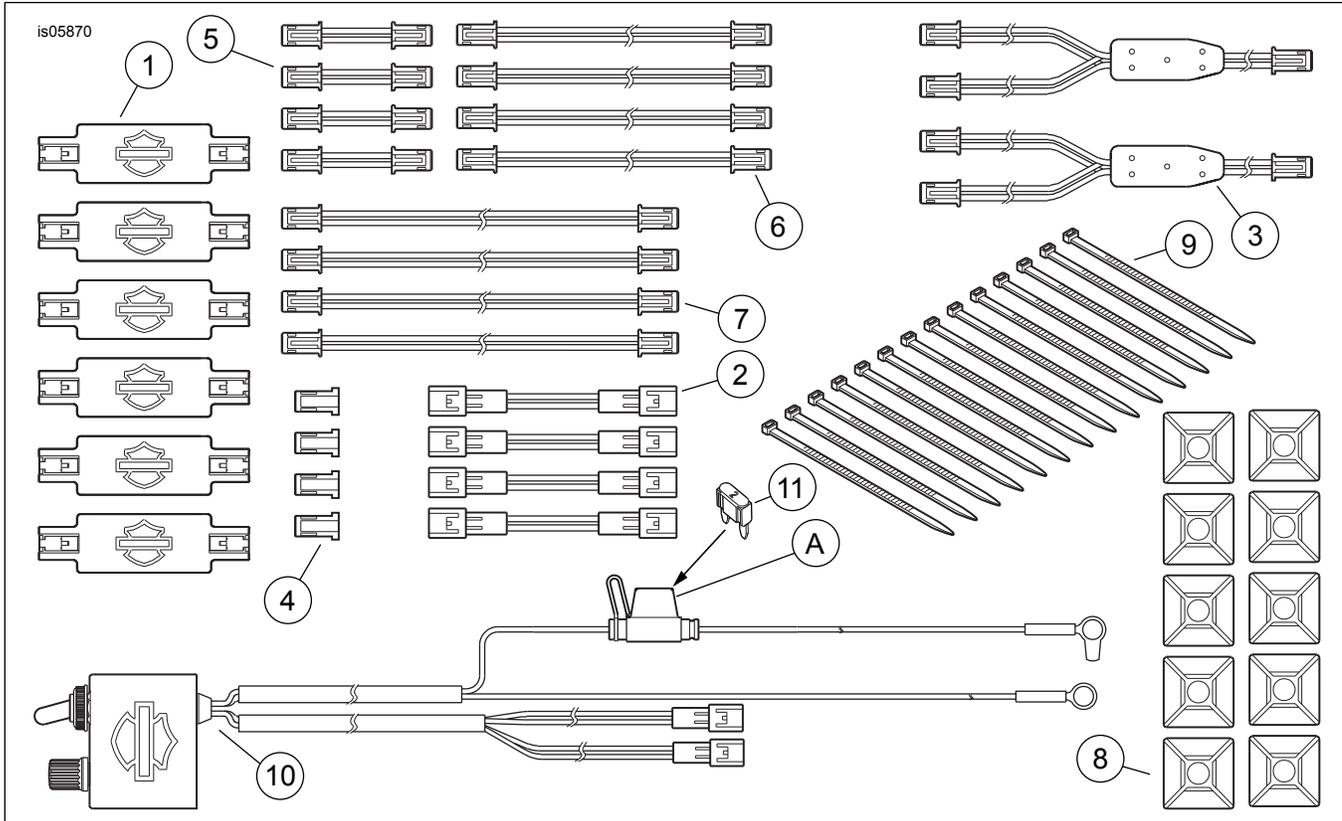
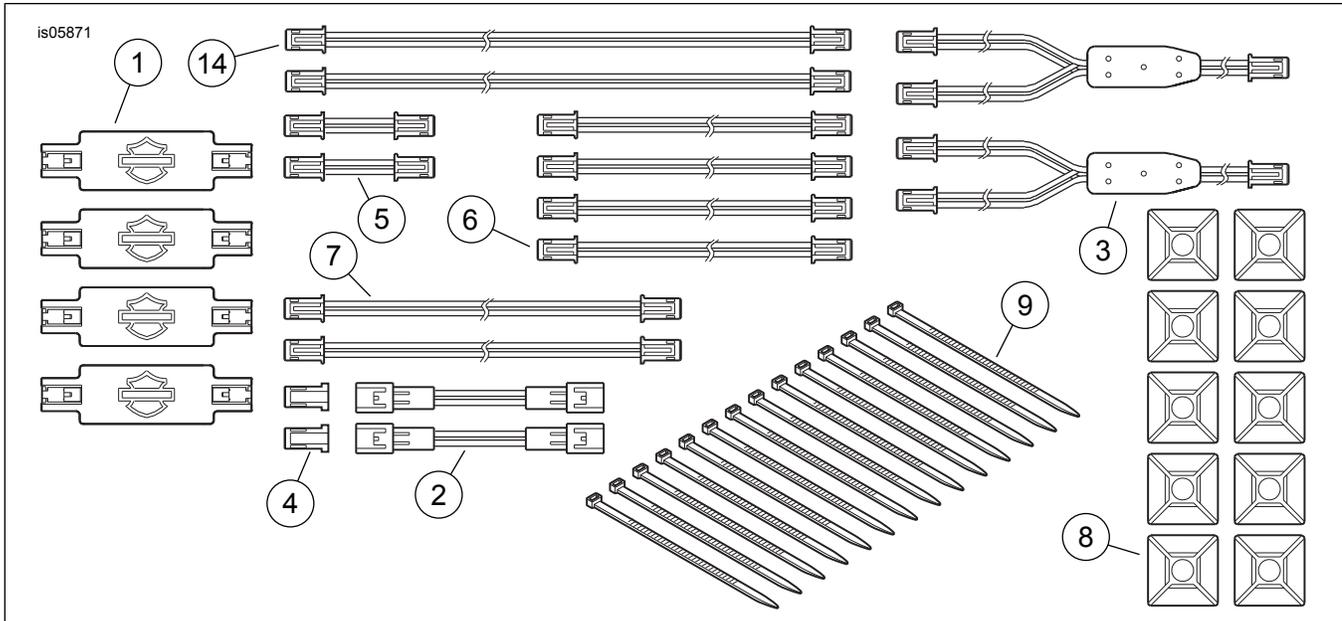

Figure 2. Pièces de rechange, kits de fuseaux d'éclairage Electra-Glo
Figure 3. Pièces de rechange, kits de rallonges de fuseaux d'éclairage Electra-Glo
Voir Figure 2, Figure 3, et Tableau 3.
1. Voir Figure 2. Placer le boîtier du dispositif de commande (10) sur une surface plane qui permettra aux fils rouge (+) et noir (-) d'atteindre les bornes de batterie et au conducteur d'accéder aux commandes (le véhicule étant stationné) et, au besoin, le porte-fusible en ligne (A).